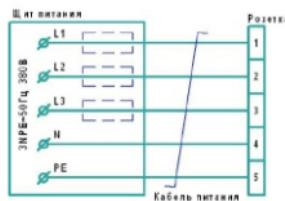

Рис. 3 Схема подключения розетки к стационарной сети
6.3 Для защиты электропроводки от перегрузок подключение к стационарной электросети осуществляется через автоматический выключатель номиналом 25 А для ТВ-12/18 и ТВ-15/18 и 32 А для ТВ-18/18. Кабель питания и сетевую розетку подключить в соответствии со схемой подключения (см. рис.3 Приложения). Сечение жил кабеля питания должно быть не менее 2,5 мм2 (для медной жилы) для ТВ-12/18 и ТВ-15/18 и 4 мм2 для ТВ-18/18.